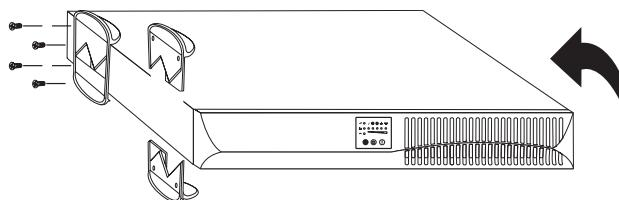

Рисунок 4. Установка подставок на одиночный ИБП
2. Положите ИБП горизонтально таким образом, чтобы оставался доступ к левой части устройства (см. рис. 4).